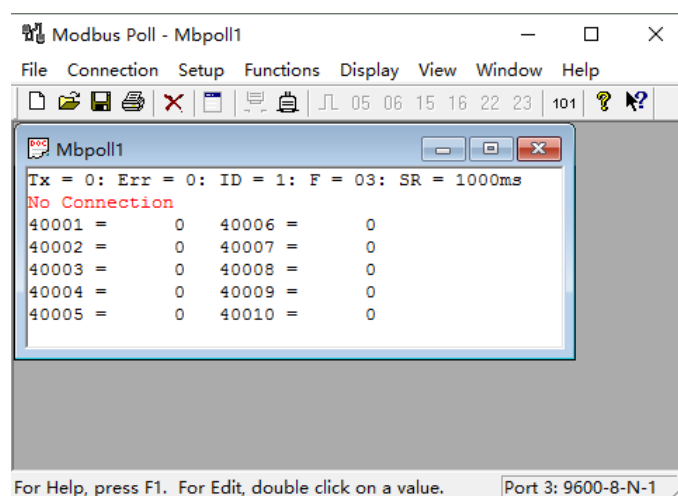

图 14 Modbus Poll 软件界面
(2) 打开 Modbus Poll 软件，其界面如图 14 所示。